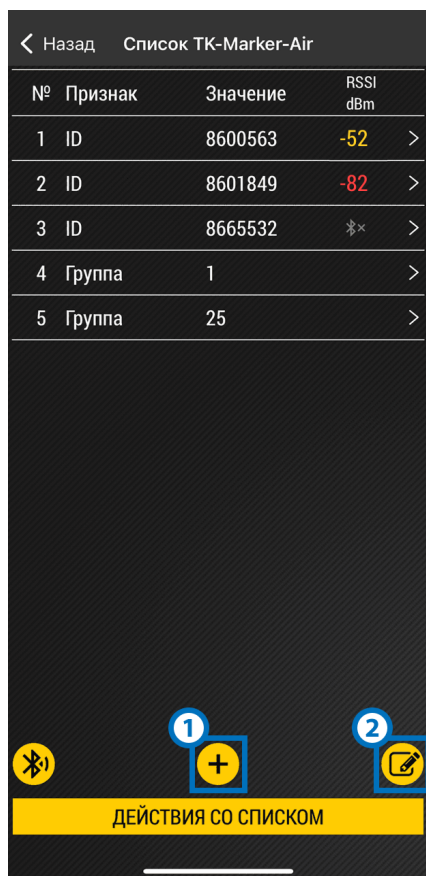
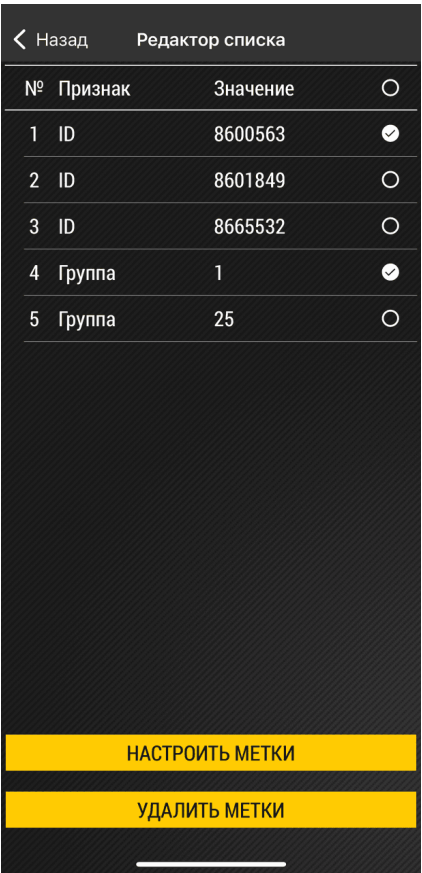

Рис.24. Список меток TK-Marker-Air
Рис.26. Редактор списка
3. Если выбран вариант работы **«Из списка»**, необходимо будет создать список меток, нажав на строку **«Список TK-Marker-Air»**. В списке меток содержится информация об уровне сигнала RSSI для каждого устройства из списка, записанного в приемник. Механизм добавления меток в список аналогичен добавлению TKLS-Air и TKAM-Air — это выбор из меток, обнаруженных в зоне видимости приемника или добавление вручную с указанием серийного номера метки. В список меток можно также вручную добавить группу меток, для этого нажмите на кнопку на Рис.24, п. 1. Во всплывающем окне введите номер группы, оставив пустым поле для ввода серийного номера метки. Допустимый диапазон групп меток от 1 до 25. Также можно загрузить список меток из файла .csv, нажав *Действие со списком | Загрузить из внешнего файла*, если список был получен извне и сохранен в памяти телефона. Или нажать *Действие со списком | Загрузить из памяти приложения*, если список создавался в приложении USP Tool на этом мобильном устройстве.
- Вы можете отредактировать список, нажав на кнопку на **Рис.24, п.2**. Кнопка редактирования списка предназначена для выбора меток или групп и последующей установки для них одинаковых настроек. Также можно удалить все выбранные метки и группы из списка (**Рис.26**).